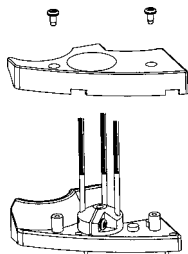

Fig. 1
1. Dévisser les deux vis comme indiqué dans l'illustration (fig.1).